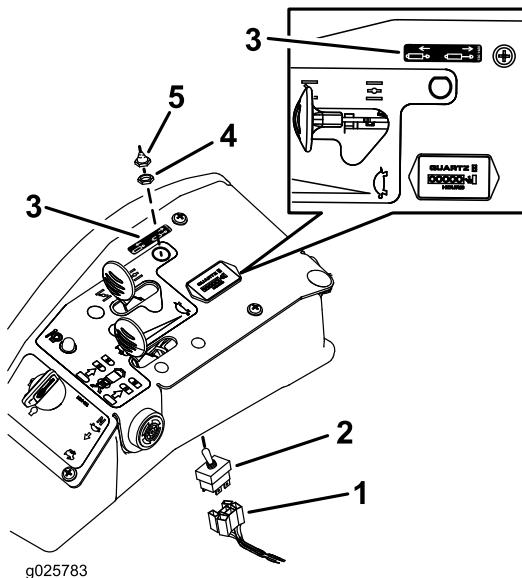

Figura 15
- D. Introduzca el interruptor basculante desde abajo en el hueco de la consola (Figura 15).
- M. Separe el papel protector de la pegatina para dejar expuesta la superficie adhesiva, coloque la pegatina en una superficie limpia y seca junto al interruptor basculante, y alísela para eliminar cualquier burbuja de aire (Figura 15).